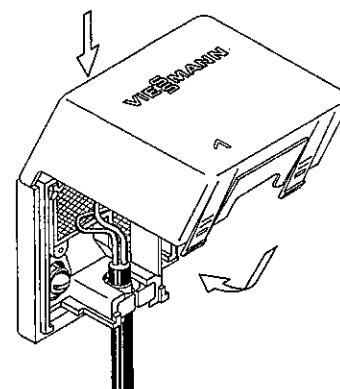

Abb. 24
4. Die Kappe am oberen Sockelrand einhängen und auf den Sockel drücken, bis die Befestigungsklammern im Sockel eingerastet sind (Abb. 24).